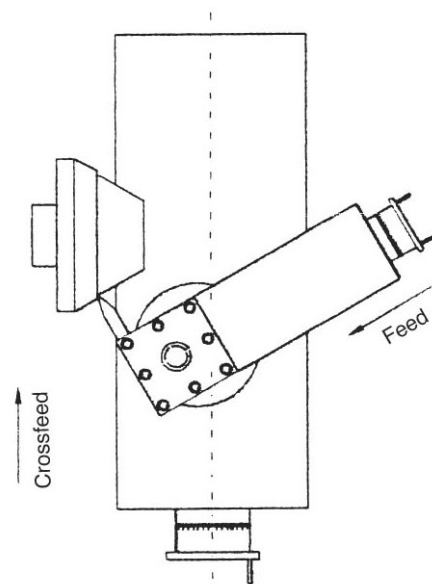

Fig.29
2) Par le petit chariot (Fig. 29)